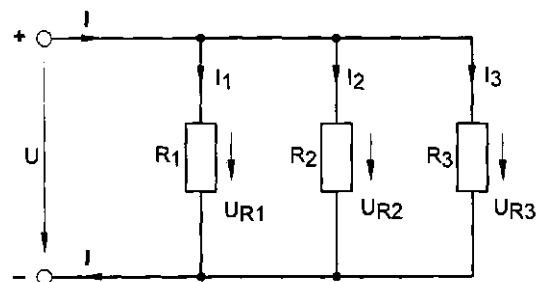

Рис. 2.1
Если резисторы или любые другие нагрузки соединены параллельно (рис.2.1), все они находятся под одинаковым напряжением:
- Соберите цепь согласно вышеприведенной схеме (рис. 2.1), вставив последовательно с каждым из резисторов (330, 220 и 470 Ом) специальные миниблоки для подключения амперметра.